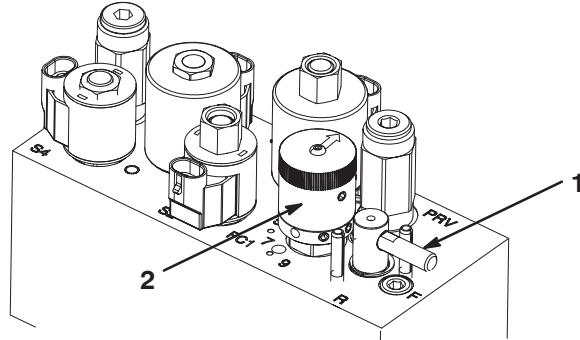

Bild 58
5. Drehen Sie den Läppenhebel auf die R-Stellung (Bild 58).
6. Drehen Sie den Spindeldrehzahlregler auf die Stellung 1 (Bild 58).